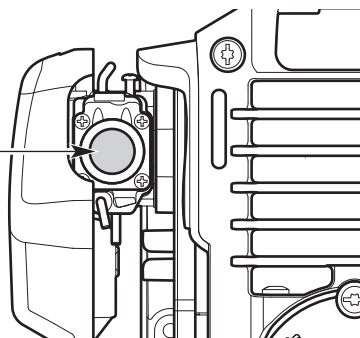

Fig. 14
1. Presione y luego suelte el bulbo del cebador lentamente **10 veces** (Fig. 14).